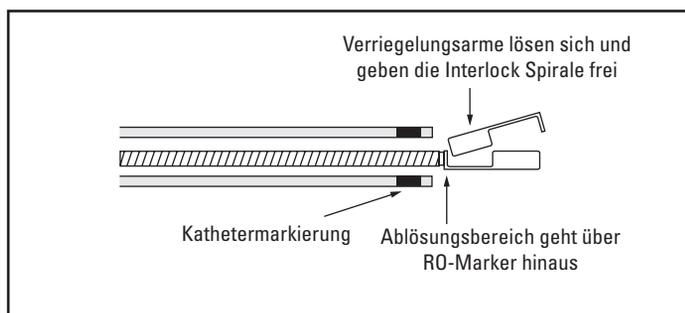

Abbildung 8. Freisetzung des Interlock - 35 Faser-IDC Okklusionssystems
14. Zum Freisetzen der Spirale den Platzierungsdraht langsam unter Röntgendurchleuchtung vorschieben, bis die Verriegelungsarme die Spitze des Katheters passieren (Abbildung 8). Hinweis: Wenn bei der Freisetzung ein Widerstand verspürt wird, den Platzierungsdraht langsam drehen, bis die Spirale freigesetzt wird.